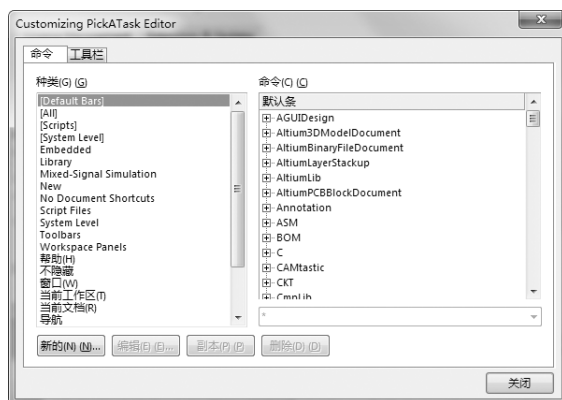

图 1-6 “Customizing PickATask Editor” 对话框
(8) “自定义”命令：用于自定义用户界面，如移动、删除、修改菜单栏或菜单选项，创建或修改快捷键等。选择该命令弹出的“Customizing PickATask Editor（定制原理图编辑器）”对话框如图 1-6 所示。